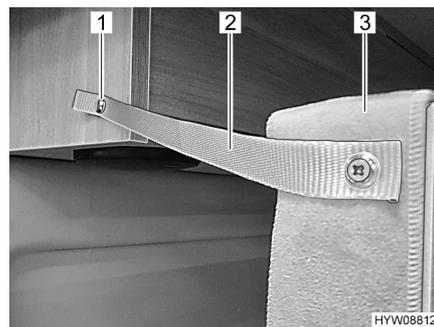

Fig. 34 Retención trasera
- Fijar la cama (Fig. 34,3) en el armario suspendido con la cinta de seguridad (Fig. 34,2) y el botón de presión (Fig. 34,1).
- Soltar el botón de presión (Fig. 34,1) en el armario suspendido.